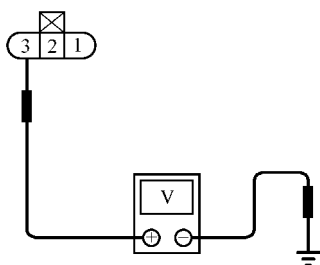

图 4-20 测试点火线圈电源
- 3) 如图 4-20 所示，使用万用表测量点火线圈插头 3 号端子与搭铁之间的电压，应为蓄电池电压，否则应进一步检查控制电路故障。